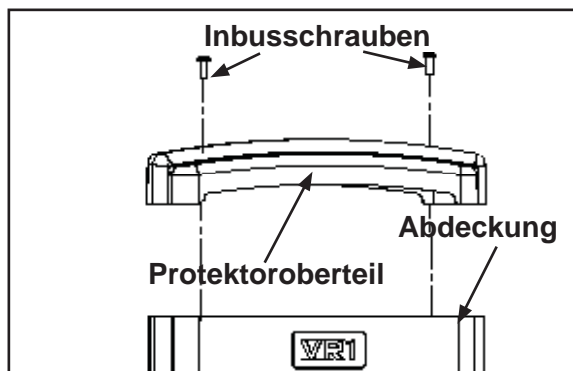

Abb. 1
- A. Entfernen Sie mit Hilfe eines 7/32 Zoll Inbusschlüssel die beiden Inbusschrauben, die das Protektoroberteil fixieren. (Abb. 1)